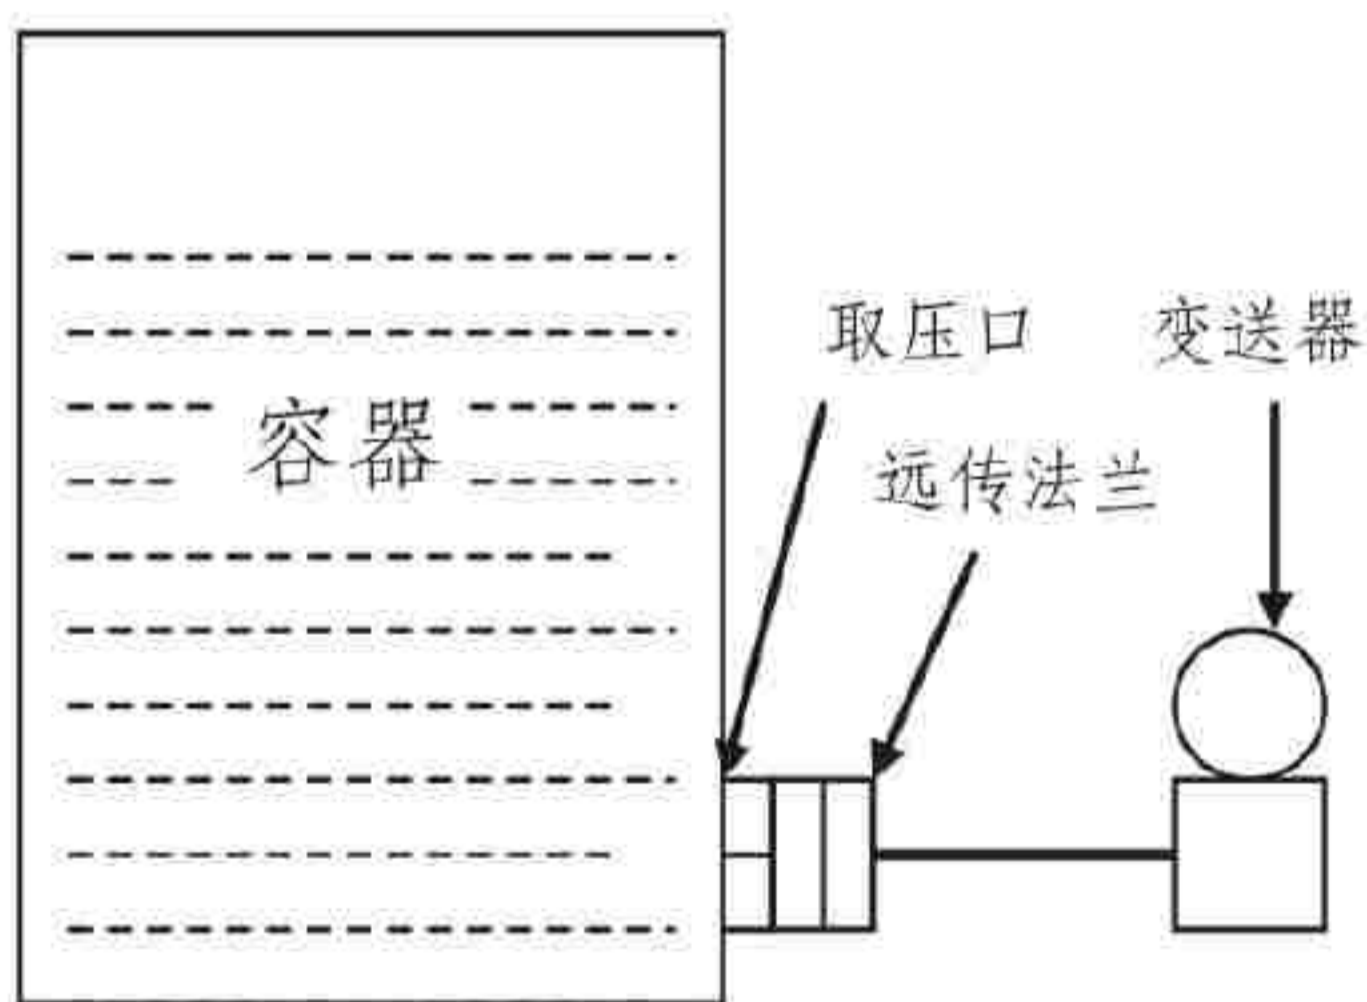

图5-5 单法兰变送器安装
- ①单法兰隔膜型压力/差压变送器测量容器液位时, 应使变送器与过程连接件及法兰保持同一水平或低于取压口及法兰 (见图5-5所示)